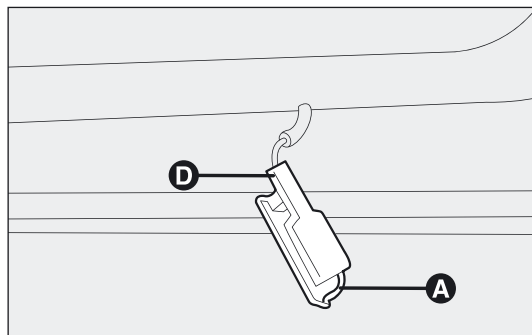

fig. 186
## DORPELVERLICHTING fig. 186
- ☐ verwijder de lichtunit door met een schroevendraaier de bevestigingsveer in te drukken A-fig. 186;
- monteer de lichtunit door eerst zijde D-fig. 186 te plaatsen en vervolgens de andere zijde aan te drukken, totdat de borging inklikt.